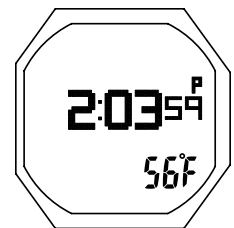

Fig. 137 - ALTERNATIVA 2 INMERSIÓN MODO FREE
**PANTALLA ALTERNATIVA 2 DE INMERSIÓN EN MODO FREE** - Ésta es la información mostrada (Fig. 137)